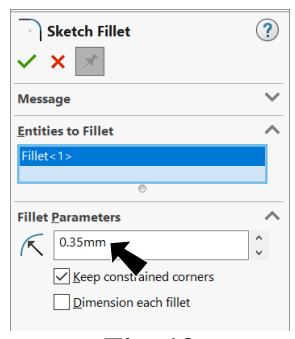

Fig. 13
**Radius**  **.35**, **Fig. 13**